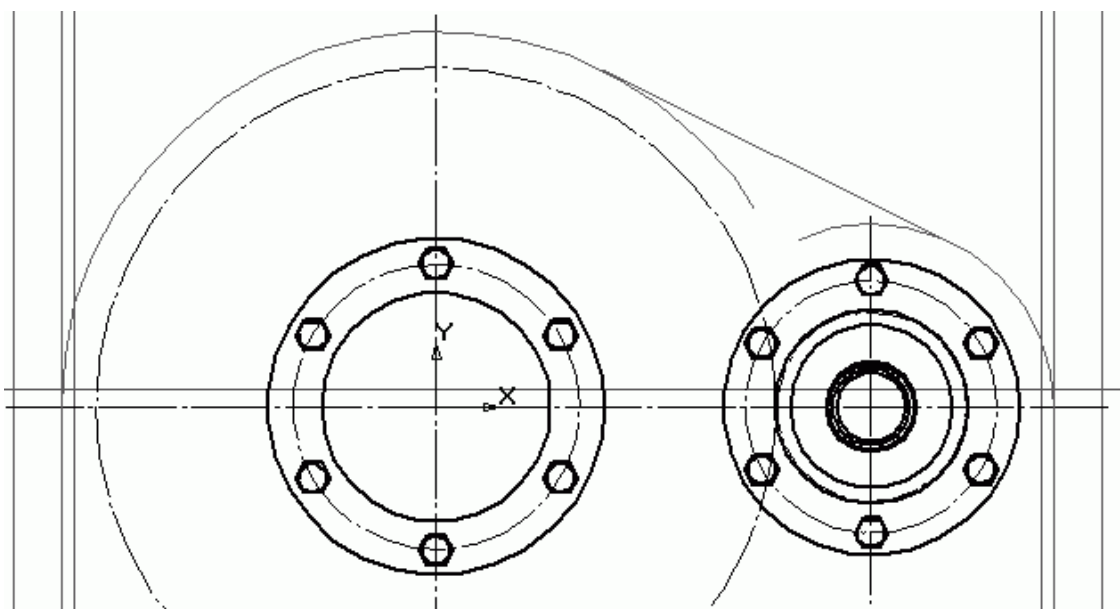

Рис. 2.109. Сетка вспомогательных линий для построения крышки редуктора
1. Нажмите кнопку Дуга на панели Геометрия, на панели свойств установите для нее стиль линии Вспомогательная. Создайте две дуги: первую с центром в начале координат (центр зубчатого колеса), вторую – в центре шестерни. Радиусы дуг задайте равными радиусам кривизны наружной поверхности стенки крышки над колесом и шестерней соответственно. Рассчитывать и вводить эти радиусы вручную нет необходимости. Просто при построении дуг растягивайте их радиус до точек пересечения горизонтальной оси редуктора с вспомогательной линией, обозначающей начало стенки крышки редуктора (это та линия, которую мы смещали на 7, 5 мм от внутренней поверхности корпуса), со стороны колеса или со стороны шестерни. Далее нажмите кнопку Отрезок, касательный к 2 кривым на панели Геометрия и по очереди щелкните на обоих дугах (оставьте для них стиль линии Вспомогательная). Система построит отрезок, касательный к двум указанным дугам окружностей (рис. 2.109).